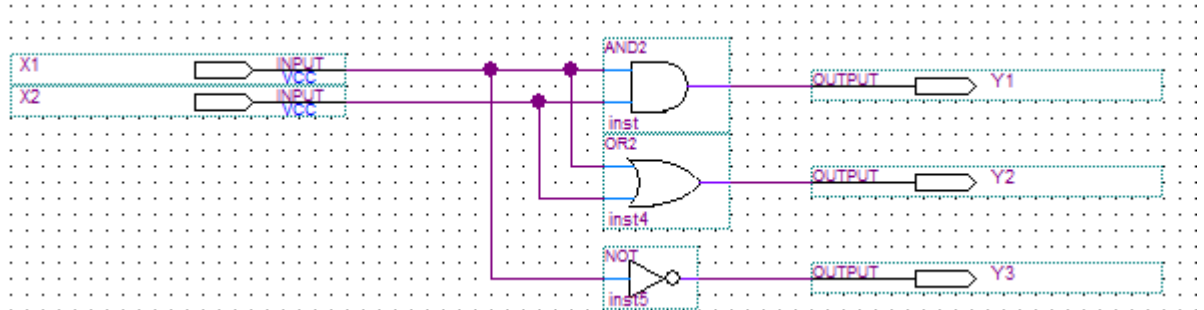

Рис. 1.3. Приклад схеми для елементів І, АБО, НЕ
8. Поєднати всі входи й виходи схеми з відповідними входами та виходами елементів. В результаті буде отримано схему для тестування роботи трьох заданих елементів. Приклад такої схеми зображено на рис. 1.3. Зберегти схему: **File -> Save.**